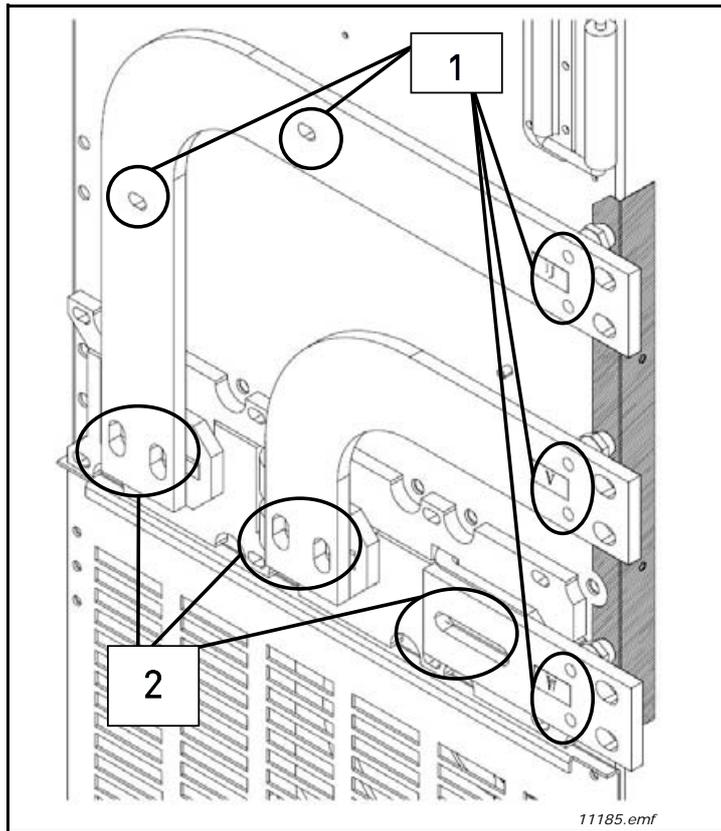

Figura 28. Conexión hacia la derecha
1. Abra las sujeciones marcadas con el número 1 en la Figura 28.
2. Abra las sujeciones marcadas con el número 2 en la Figura 28.